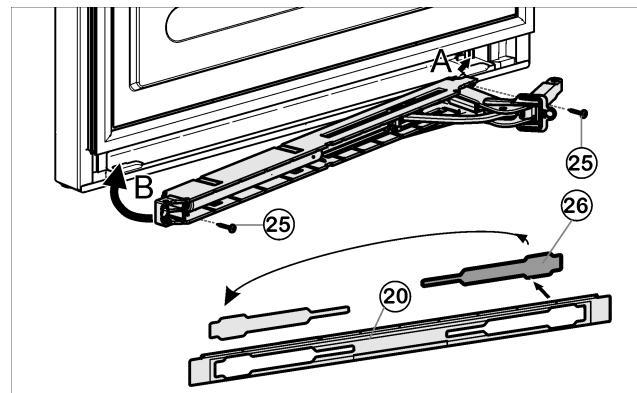

Fig. 14
- ▶ Détailler le cache Fig. 14 (26) du panneau Fig. 14 (20) et le remettre en place de l'autre côté.
- ▶ Encliquer l'unité de l'amortisseur de fermeture avec l'articulation orientée vers la charnière (A) et bien la guider pour la repositionner (B).
- ▶ Visser l'unité d'amortisseur de fermeture à fond (2 Torx® 15) Fig. 14 (25).